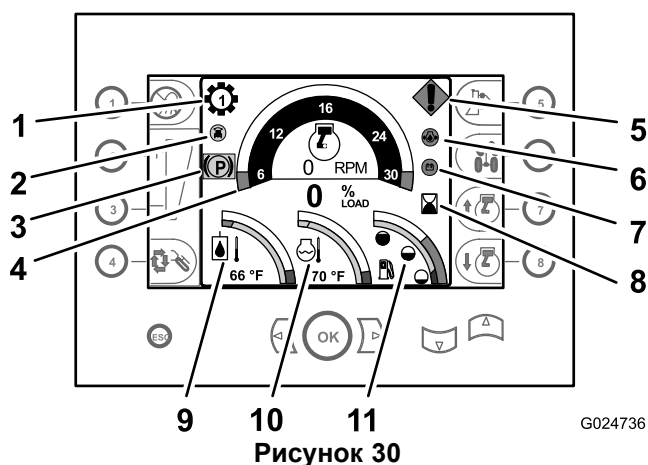
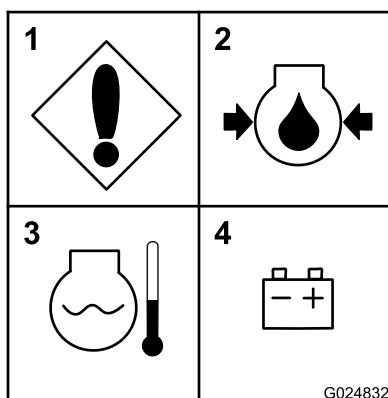

Рисунок 30
Рисунок 31
- **Индикатор включения передачи** – этот индикатор показывает, какая передача выбрана в трансмиссии (с 1 по 4), он отображается выше и левее тахометра (Рисунок 30).
- **Индикатор автоматического наклона 0** (дополнительный комплект) – Индикатор «Включено/выключено» показывает, действует ли функция автоматического наклона. Индикатор автоматического наклона расположен непосредственно ниже и левее индикатора включения передачи (Рисунок 30).
- **Тахометр** – тахометр показывает скорость вращения двигателя в оборотах в минуту (об/мин). Тахометр отображается в верхней средней части дисплея центра управления (Рисунок 30).
- **Счетчик часов работы** – счетчик часов работы показывает общую наработку двигателя в часах. Он отображается в центре правой части дисплея управления, справа от тахометра (Рисунок 30).
- **Индикатор температуры гидравлической жидкости** – этот индикатор показывает рабочую температуру гидравлической жидкости и отображается в нижней левой части дисплея центра управления (Рисунок 30).
- **Индикатор температуры охлаждающей жидкости** – этот индикатор показывает температуру в системе охлаждающей жидкости двигателя. Он отображается в нижней средней части блока приборов (Рисунок 30).
- **Индикатор уровня топлива** – Этот индикатор показывает уровень оставшегося в баке топлива и отображается в нижней правой части дисплея центра управления (Рисунок 30).
- Ошибка машины или двигателя** – Это сообщение появляется, если возникает нарушение в работе машины или двигателя. Причина неисправности показывается в разделе диагностики панели приборов (Рисунок 30 и Рисунок 31).
- Низкое давление масла в двигателе** – Это предупреждающее сообщение отображается, когда в двигателе давление масла отсутствует или слишком низкое (Рисунок 30 и Рисунок 31).
- Перегрев двигателя** – Это сообщение появляется при перегреве двигателя (Рисунок 30 и Рисунок 31).
- Проверьте генератор или аккумуляторную батарею** – Это сообщение появляется, если генератор не заряжает аккумуляторную батарею (Рисунок 30 и Рисунок 31).